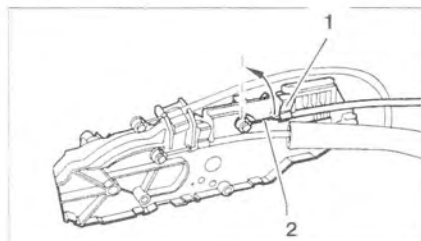

Рис. 9.62. Отсоедините фиксатор 1. Переместите трос 2 вверх (стрелка) и отцепите его.
2. Отсоедините фиксатор 1 (рис. 9.62). Переместите трос 2 вверх (стрелка) и отцепите его.